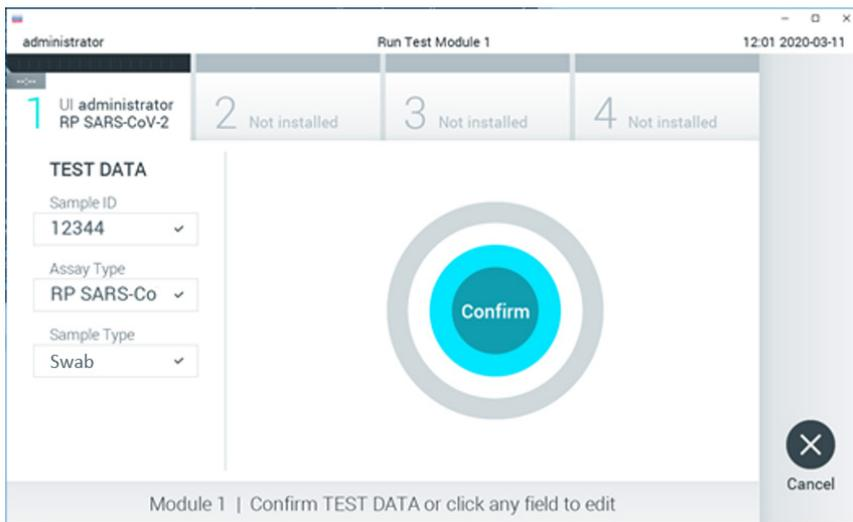

Figura 14. Confirmación de introducción de datos.
10. Pulse Confirm (Confirmar) cuando todos los datos que se muestren sean correctos. Si es necesario, seleccione el campo que corresponda para modificar su contenido o pulse Cancel (Cancelar) para cancelar la prueba (figura 14).